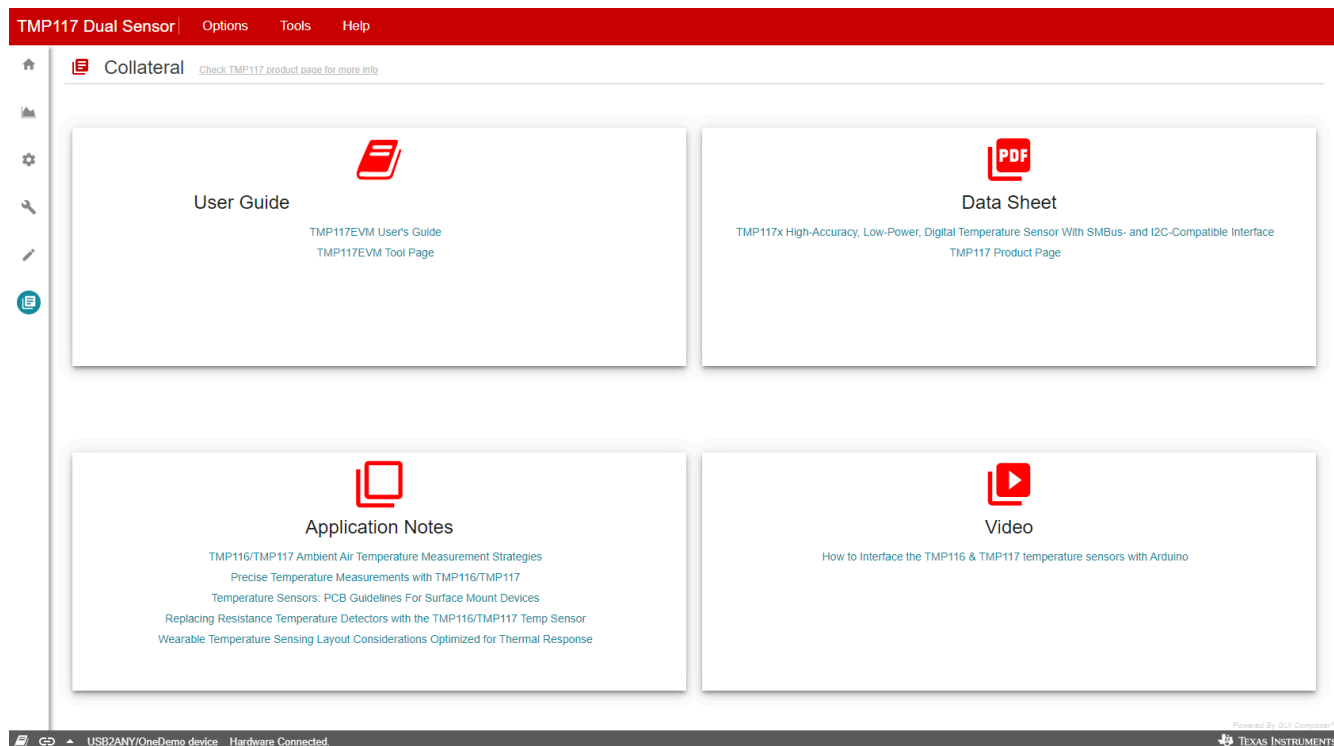

图 3-14. 配套资料页面
GUI 的最后一页是“Collateral (配套资料)”页面 (如图 3-14 所示)，其中包含与 TMP117 及其 EVM 相关的 Web 文档链接。该页面分为四个区域：(1) User Guide (用户指南)、(2) Data sheet (数据表)、(3) Application Notes (应用手册)、(4) Video (视频)。